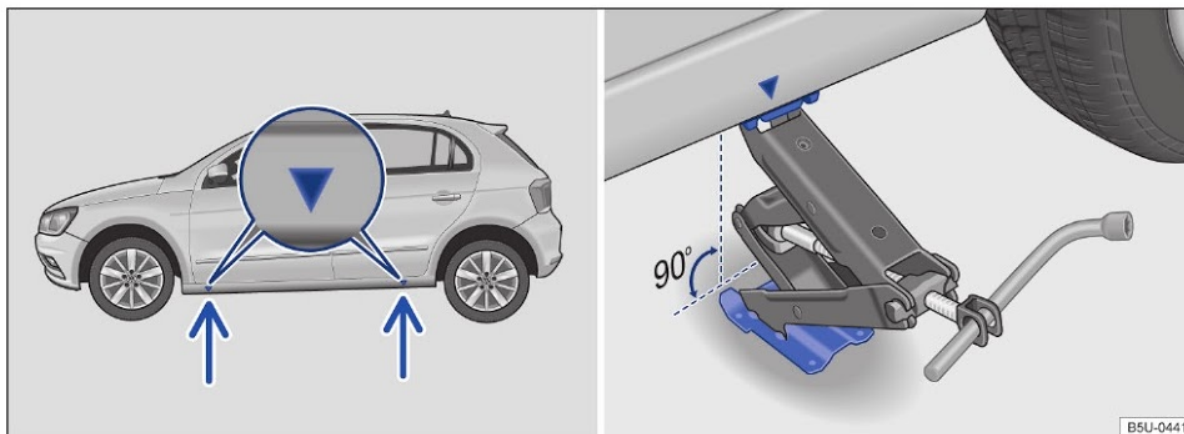

Fig. 144 Pontos de apoio do macaco e macaco posicionado no lado esquerdo traseiro do veículo.
O macaco somente pode ser posicionado nos pontos de apoio indicados (marcação na carroceria) → Fig. 144. É válido o ponto de apoio localizado próximo à roda correspondente → ⚠.
7. Procurar sob o veículo o ponto de apoio do macaco → Fig. 144, mais próximo da roda a ser trocada.
10. Garantir que a base do macaco, com toda sua superfície, esteja sobre o chão e que a base se encontre perpendicularmente abaixo do ponto de colocação → Fig. 144.
11. Alinhar o macaco e, simultaneamente, levantar a garra do macaco até ela se encaixar na travessa abaixo do veículo → Fig. 144.
- Posicionar o macaco somente nos pontos indicados. A garra do macaco deve se encaixar no perfil da longarina de forma segura → Fig. 144.